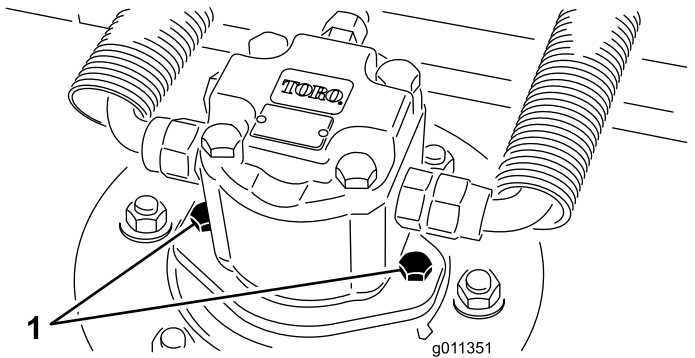

図 85
2. カッティングユニットから油圧モータを外す 図 85。異物につかないように、スピンドル上部にはカバーを掛けておく。
3. カッティングユニットに油圧モータを取り付ける 図 85。Oリングを忘れずに、また、損傷させないように注意して取り付ける。